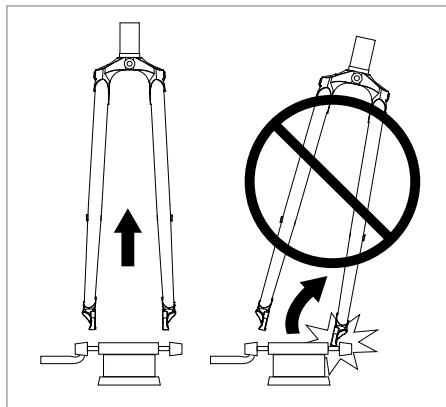

図 9
2. 自転車を取り外すには、フォークを真っすぐ持ち上げて均等にドロップアウトの係合を外します。ラックから自転車が傾いていると、ドロップアウトが損傷する恐れがあります (図 9)。